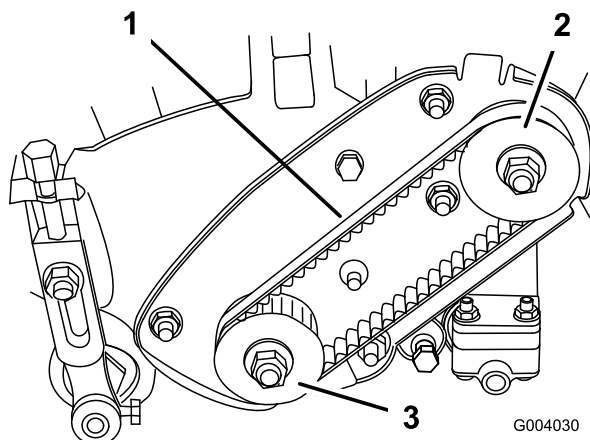

Figura 31
2. Verificate la tensione premendo sulla cinghia (Figura 31) al centro tra le pulegge, applicando